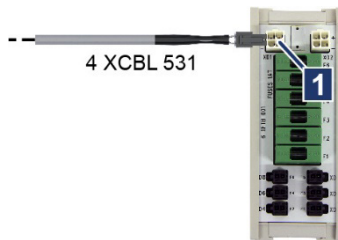

Abb. 6-14: Spannungsversorgung an XFTB
2. Spannungsversorgungskabel 4 XCBL 531 am Sicherungsblock XFTB in Buchse XD1 oder XD2 stecken (→Abb. 6-14 /1).